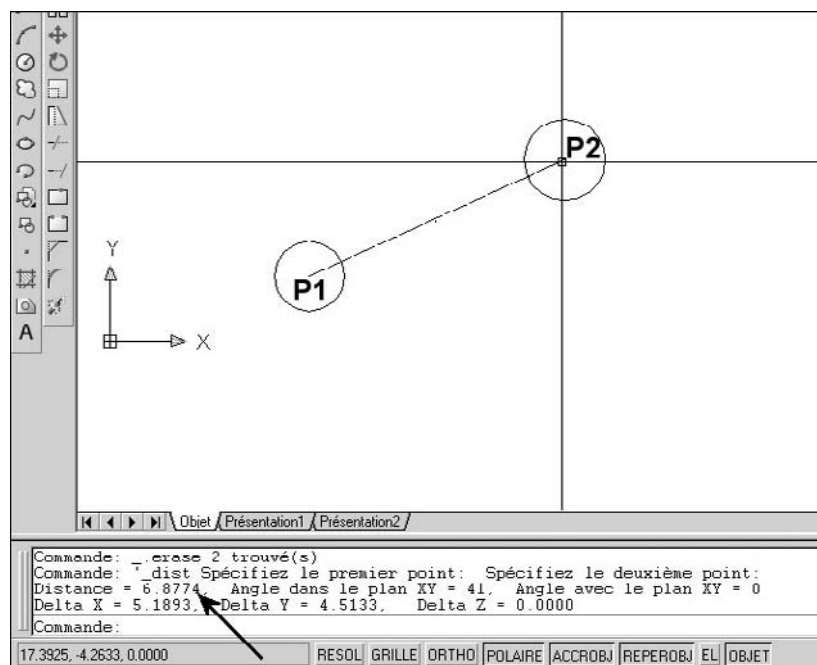

Fig.3.23
- 2 Sélectionner le premier (P1) et le second point (P2) de la distance à mesurer (fig.3.23).